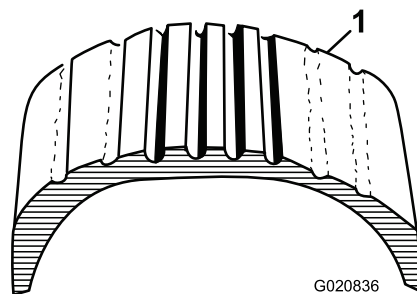
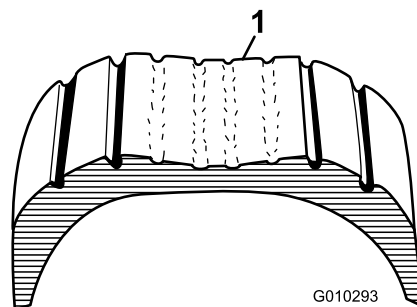

Figure 56
Figure 57
1. Vérifiez visuellement l'état et l'usure des pneus (Figure 56 et Figure 57).